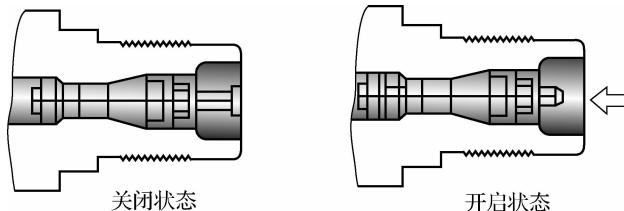
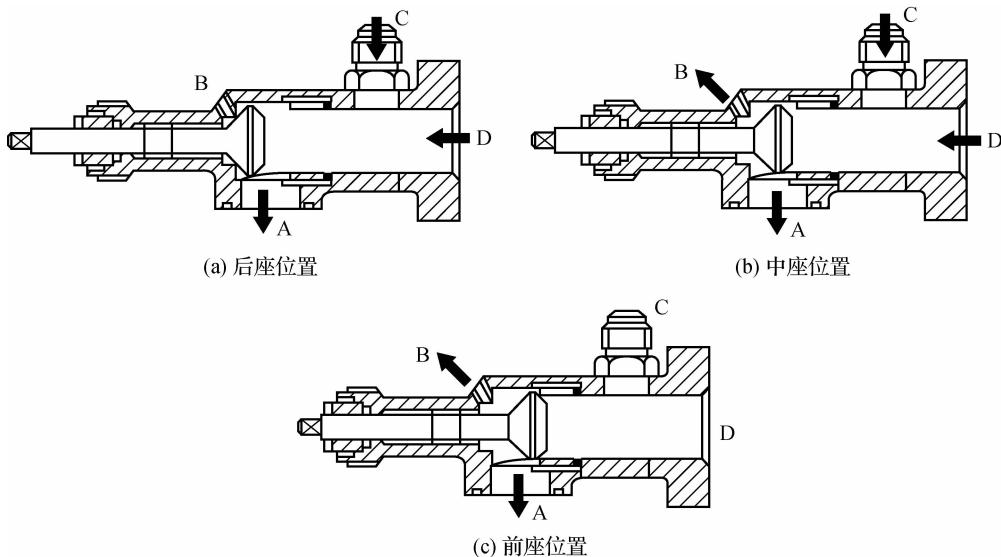

图 1-14 气门阀
图 1-15 检修阀工作位置
制冷剂维修阀分为两种：一种为气门阀，如图 1-14 所示；另一种为检修阀，其工作位置如图 1-15 所示。
**检修阀：**检修阀装在压缩机进排气口处，它其实是一个三通阀，当要对空调系统检测压力时，只要打开后面的阀杆即可，如图 1-15 所示。拧动阀杆可使阀处于三种不同位置，即前座、中座和后座。